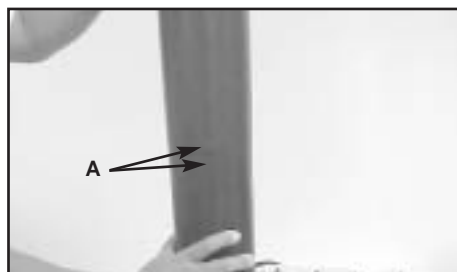

FIG.1A
1. Twist two vacuum tubes till the arrow (A) marks meet each other. (Fig. 1A)
1. Insérer les 2 tubes d'aspiration ensemble et tourner jusqu'à ce que les flèches se rencontrent. (Fig. 1A)
1. Gire los dos tubos de aspirado hasta que la flecha marca (A) se alinen una con la otra. (Fig. 1A)